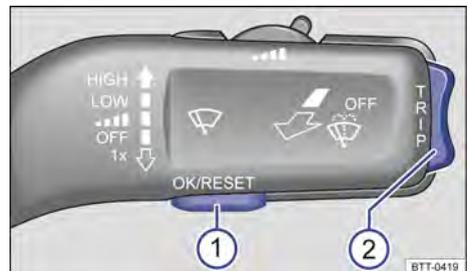

Fig. 46 Na coluna de direção à direita: botões na alavanca dos limpadores dos vidros (veículos sem volante multifunções).
Enquanto uma mensagem de advertência de prioridade 1 → Página 47 estiver sendo exibida, não será possível acessar os menus. Algumas mensagens de alerta podem ser confirmadas e ocultadas com o botão → Fig. 46 ① na alavanca dos limpadores dos vidros.
- Caso uma mensagem ou o pictograma de veículo sejam exibidos, pressionar o botão → Fig. 46 ①.
- Para listar o menu principal → Página 50 ou para retornar ao menu principal a partir de um outro menu, manter a chave → Fig. 46 ② pressionada.
- Pressionar a chave → Fig. 46 ② até que o item de menu desejado esteja marcado.
- Para acessar um item de menu, pressionar o botão → Fig. 46 ①.
- Com a chave na alavanca dos limpadores dos vidros → Fig. 46 ②, executar as modificações desejadas. Se necessário, manter pressionado para aumentar ou diminuir os valores mais rapidamente.
- Marcar ou confirmar a seleção com o botão **OK/RESET** → Fig. 46 ①.
- OU: Manter a chave → Fig. 46 ② pressionada. ◀